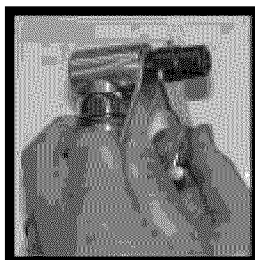

Figura 2
- Afloje la tuerca de sujeción del mandril con las llaves suministradas (Figura 2).